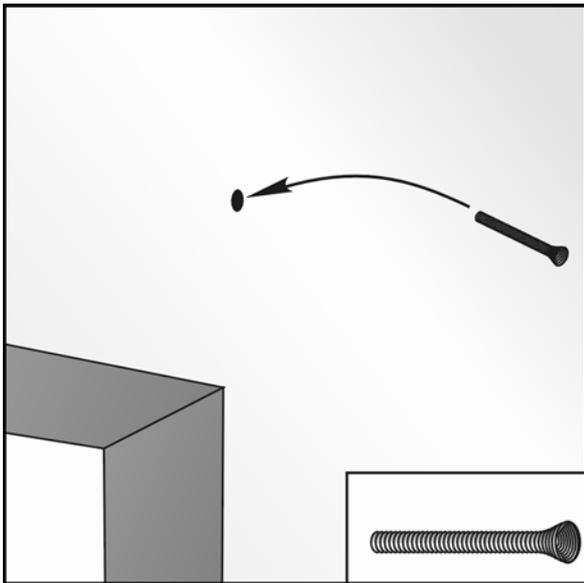

Abb. 2.25
15. Schutzfeder oder Rohr ins Loch für die Ausführung des Leitseils einstecken (Abb. 2.25).